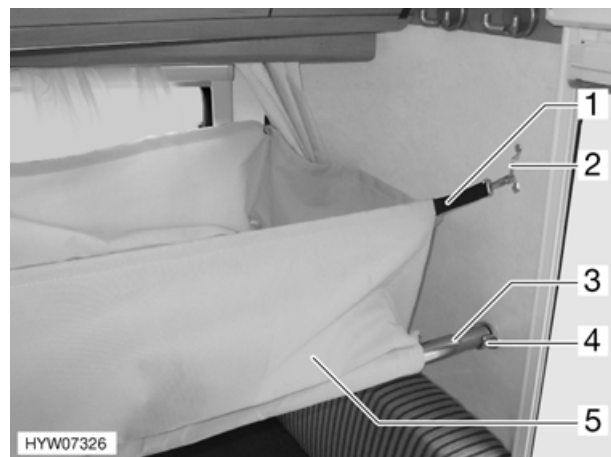

Fig. 29 Letto pensile
- Agganciare il letto pensile (Fig. 29,5) con le guide (Fig. 29,3) negli alloggiamenti (Fig. 29,4).
- Agganciare i ganci della cinghia di bloccaggio (Fig. 29,1) negli occhielli (Fig. 29,2).